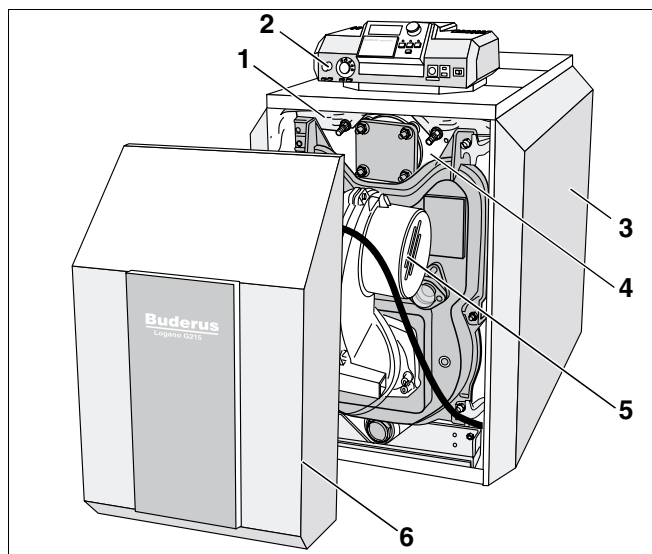
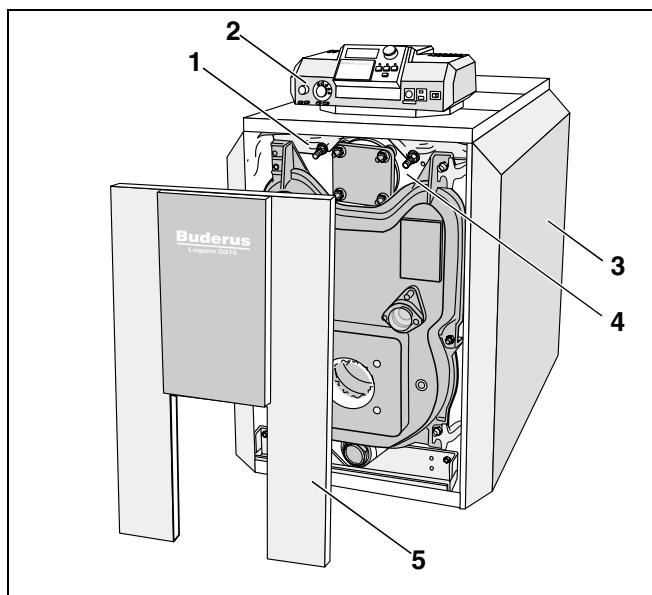

Fig. 1 Cazan special de încălzire pe combustibil lichid/gaze Logano G215 cu arzător Logatop
Fig. 2 Cazanul special de încălzire pe combustibil lichid/gaze Logano G215
Cazanul special de încălzire pe combustibil lichid/gaze Logano G215 (Fig. 1) este prevăzut cu un arzător Logatop.
Pentru cazanele speciale de încălzire pe combustibil lichid/gaze Logano G215 (Fig. 2) trebuie să fie ales un arzător corespunzător tipului de cazan.
Părțile principale ale cazanului special de încălzire pe combustibil lichid/gaze Logano G215 cu arzător Logatop (Fig. 1) și ale cazanului special de încălzire pe combustibil lichid/gaze Logano G215 (Fig. 2) sunt:
- Blocul de cazan (Fig. 1 și Fig. 2, **Poz. 4**) și arzătorul (Fig. 1, **Poz. 5**)
- Mantaua cazanului (Fig. 1 și Fig. 2, **Poz. 3**), izolația termică (Fig. 1 și Fig. 2, **Poz. 1**) și capacul arzătorului (Fig. 1, **Poz. 6**) respectiv învelișul ușii cazanului. (Fig. 2, **Poz. 5**).
- Aparatul de reglare (Fig. 1 și Fig. 2, **Poz. 2**)